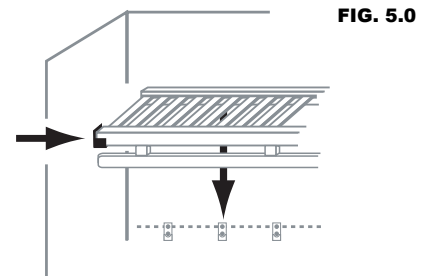

FIG. 5.0
3. Repita el proceso para todas las ubicaciones del estante (A).
4. Coloque el estante superior (A) en los ganchos en L y la ménsula de tope de estante en el tope delantero del estante en la ubicación de la pared del lado del armario (Fig. 5.0).